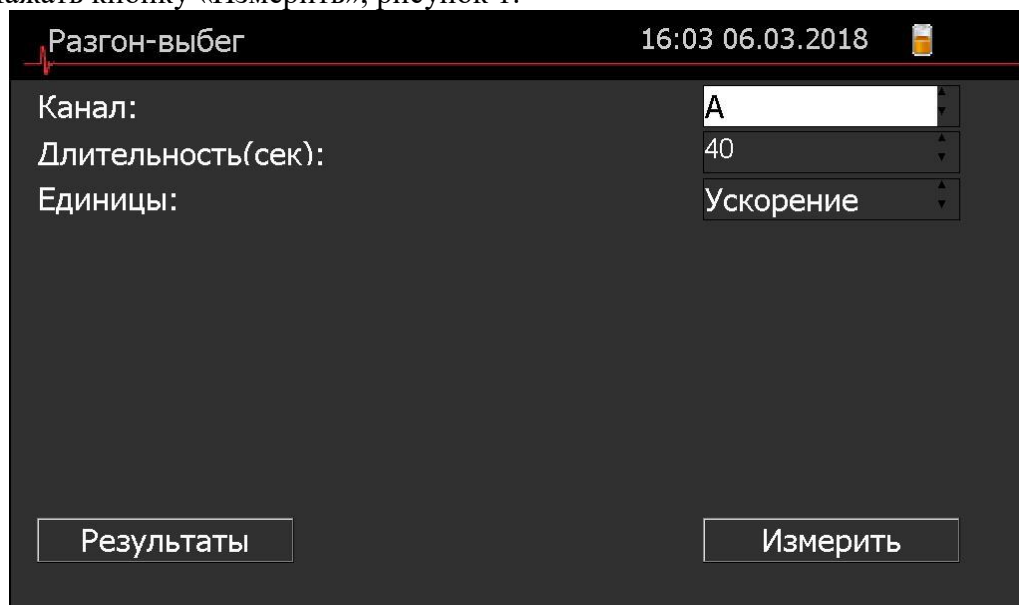

Рисунок 1
4. Нажать кнопку «Измерить», рисунок 1.